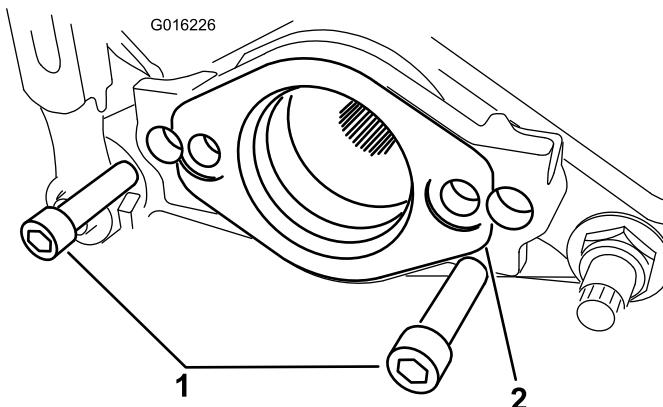

**Bild 2**
5. Nehmen Sie die zwei Schrauben und Muttern ab, mit denen das Gegengewicht am rechten Ende der Schneideeinheit befestigt ist. Entfernen Sie das Gegengewicht (**Bild 2**).
6. Nehmen Sie die Lagermutter von der Spindelwelle ab (**Bild 2**).